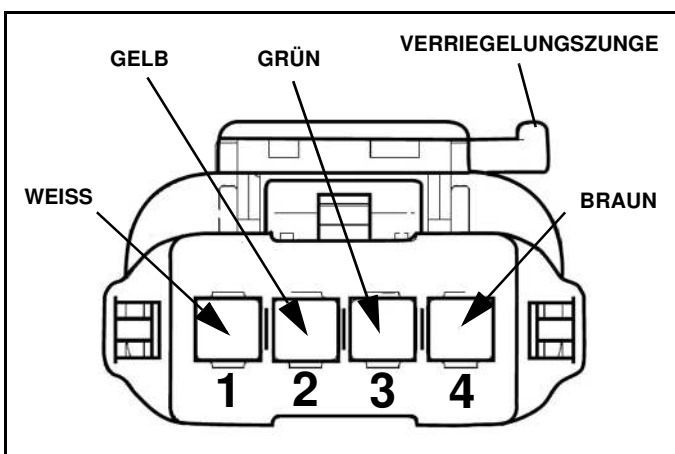

Abb. 1-8
9. Entfernen Sie die blaue Steckerstiftarretierung aus der Buchse. Drücken Sie die Steckerstifte am Ende jeder der vier Leitungen in die Rückseite der Buchse (das Ende mit der eingelassenen hellblauen Dichtung). (Siehe Abb. 1-8 für die Steckerstiftbelegung.)
10. Überprüfen Sie die Leitungsanordnung durch Anschluss des ProControl II™-Kabels. Wenn die Leitungsfarben nicht übereinstimmen, überprüfen Sie die Steckerstiftbelegung anhand von Abb. 1-8.